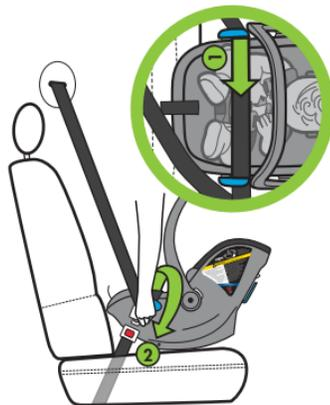

Figure 77a
- Faites passer la partie sous-abdominale de la ceinture du véhicule dans les deux guides de ceinture sous-abdominale bleus du véhicule (1) et bouclez la ceinture du véhicule comme indiqué à la **Figure 77a**. NE sortez PAS la ceinture du véhicule jusqu'au bout pendant cette étape.